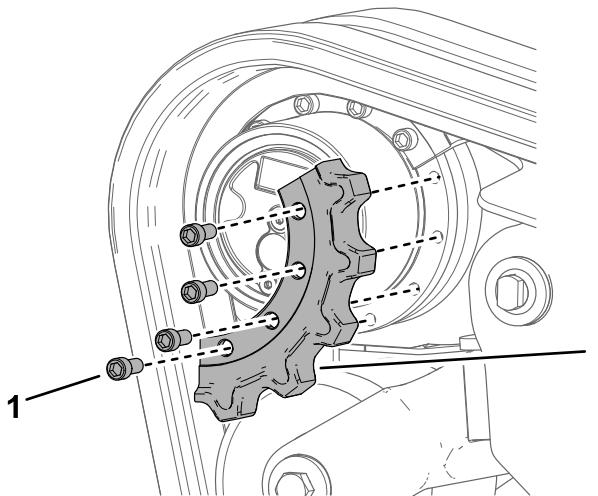

Figure 68
12. Déposez le segment du pignon (Figure 68).
7. Appliquez du frein-filet sur les boulons du segment du pignon d'entraînement que vous avez déposé et posez le segment (Figure 68). Serrez les boulons à un couple de 247 à 301 N·m (182 à 222 pi-lb).